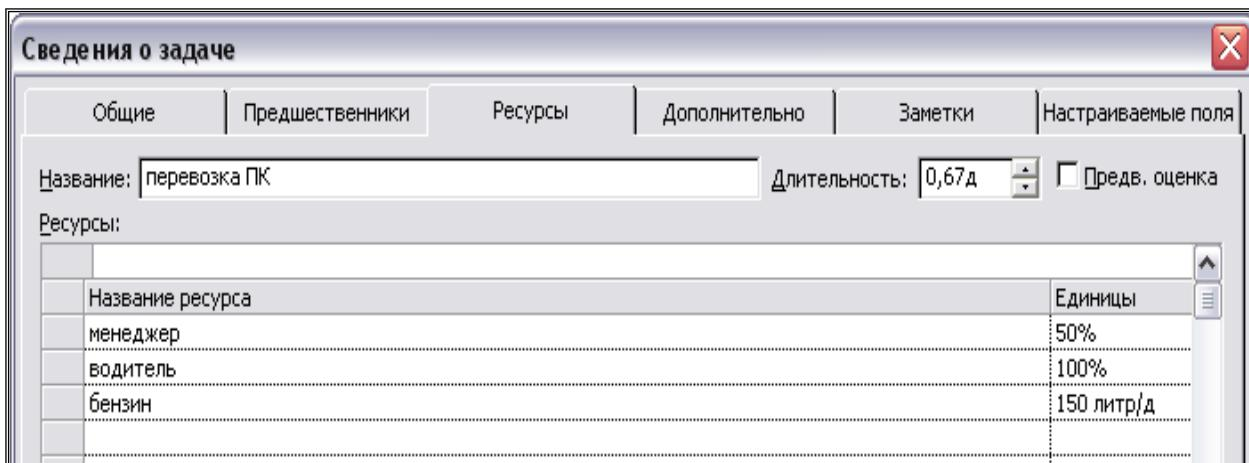

Рис. 17. Диалоговое окно «Сведения о задаче»
6. Выполнить назначения ресурсов в представлении **Диаграмма Ганта**, используя команду **Сервис - Назначить ресурсы**, или диалоговое окно «Сведения о задаче», вкладка *Ресурсы*. Если расход материала фиксированный, в поле *Единицы* укажите количество этого ресурса. Для ресурса «Бензин» в поле *Единицы* введите количество материала, расходуемого за единицу времени, затем через косую черту сокращенное название единицы времени, например «150 л/д» (рис. 17).